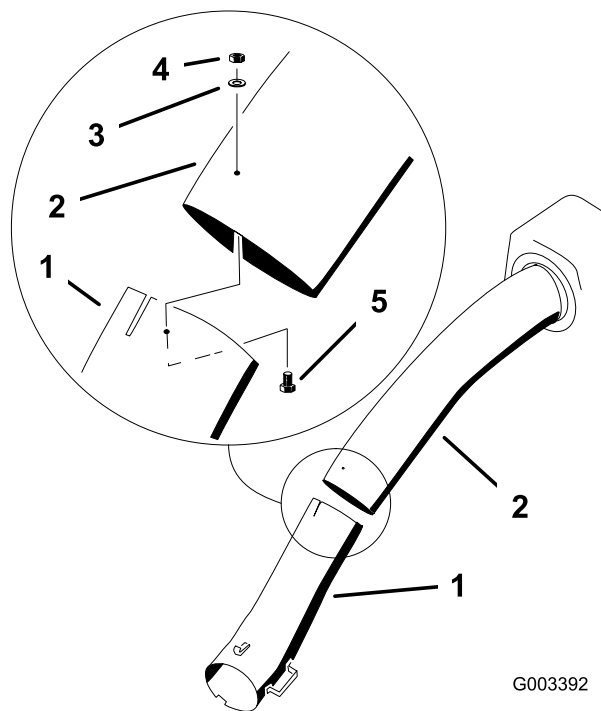

図 55
14. 上下のチューブを相互に接続する ボルト#10 x ¾"3本、平ワッシャ、ロックナットを使用して **図 55** のように取り付ける。